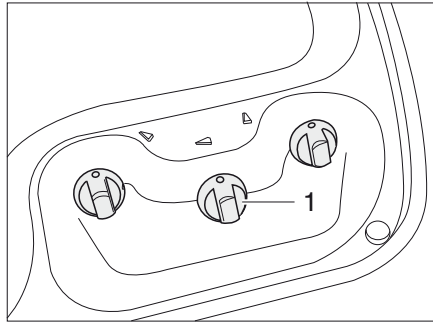
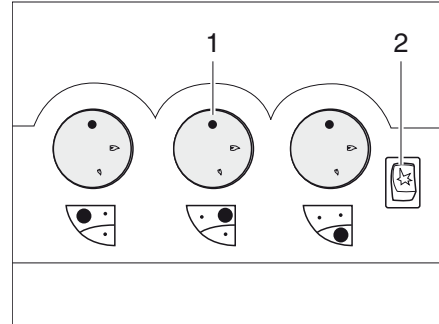

Bild 322 Reglage, knappar för gasspis (utan Piezo-tändknapp)
Bild 323 Reglage, knappar för gasspis (med Piezo-tändknapp)
- Vrid vridregulatorn (Bild 322,1 eller Bild 323,1) till önskad låga till tändningsläge (stor låga).
- Om en tändknapp (Bild 323,2) finns tillgänglig: Skapa en gnista genom att trycka på tändknappen.